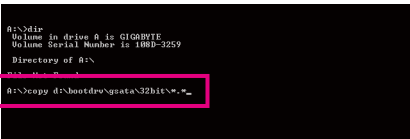

图2
- 若欲复制GIGABYTE SATA2控制器的驱动程序，请输入(图2)：(注二)